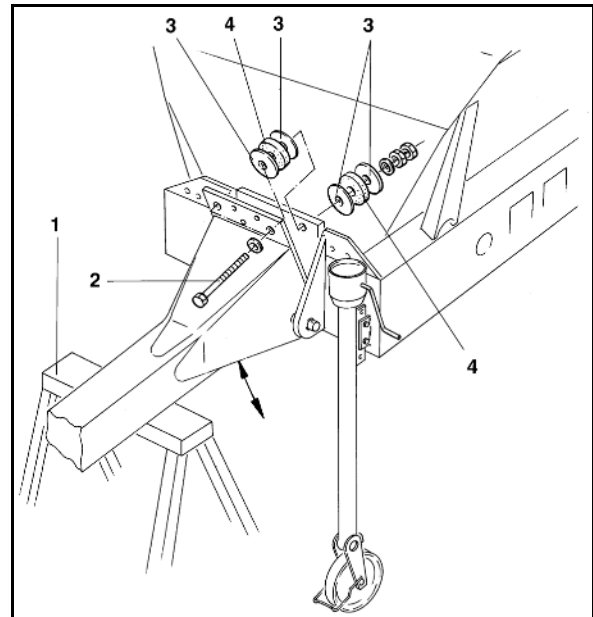

Рис. 78
2. Установите дышло на неподвижную опору (Рис. 78/1) и выверните оба крепёжных болта (Рис. 78/2).
3. Регулировать высоту дышла можно с помощью распорных шайб (Рис. 78/3). Убирать промежуточные элементы (Рис. 78/4) запрещается. Они гасят удары, передаваемые от трактора на распределитель.